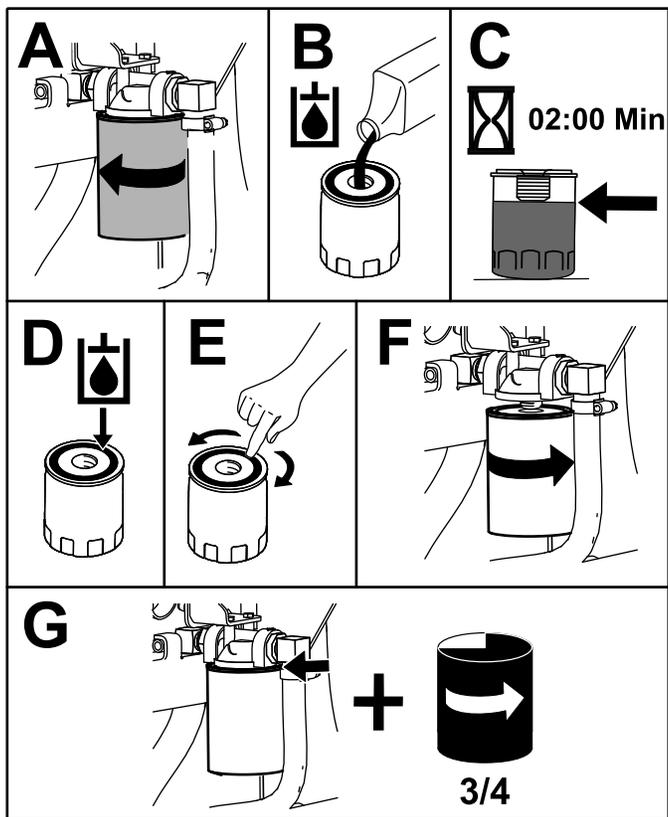

Figura 66
4. Collocate una bacinella di spurgo sotto il filtro e sostituite il filtro (Figura 66).